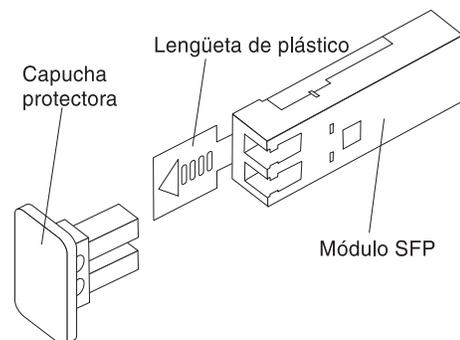

Figura 55. Módulo SFP y capucha protectora
- b. Retire la capucha protectora del módulo SFP, tal como se muestra en la Figura 55. Guarde la capucha protectora para volver a utilizarla posteriormente.